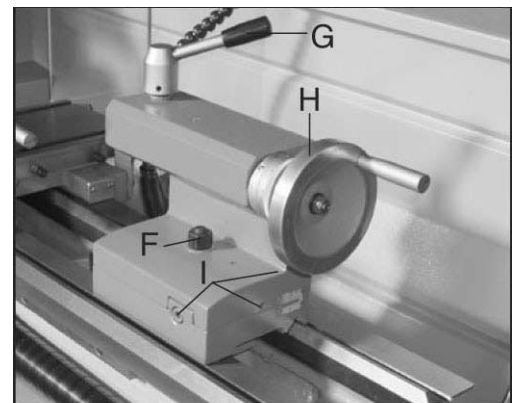

Fig. 16
14. Reitstock klemmen oder lösen (Fig. 16, F)
15. Reitstockspindel klemmen oder lösen (Fig. 16, G)
16. Reitstockspindel-Vorschubrad (Fig. 16, H)
17. Reitstock Ausrichtung (Fig. 16, I)